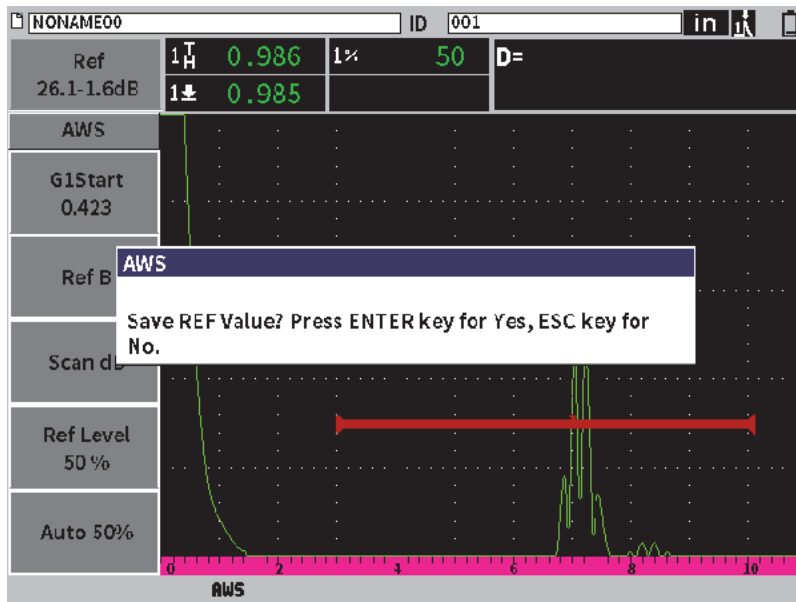

Figura 11-26 Caixa de diálogo Valor B de referência AWS
9. Pressione a tecla Tab para marcar **Ref B** e, em seguida, pressione Enter para definir o valor de **Ref B** para iniciar a inspeção AWS (veja Figura 11-26 na página 210).